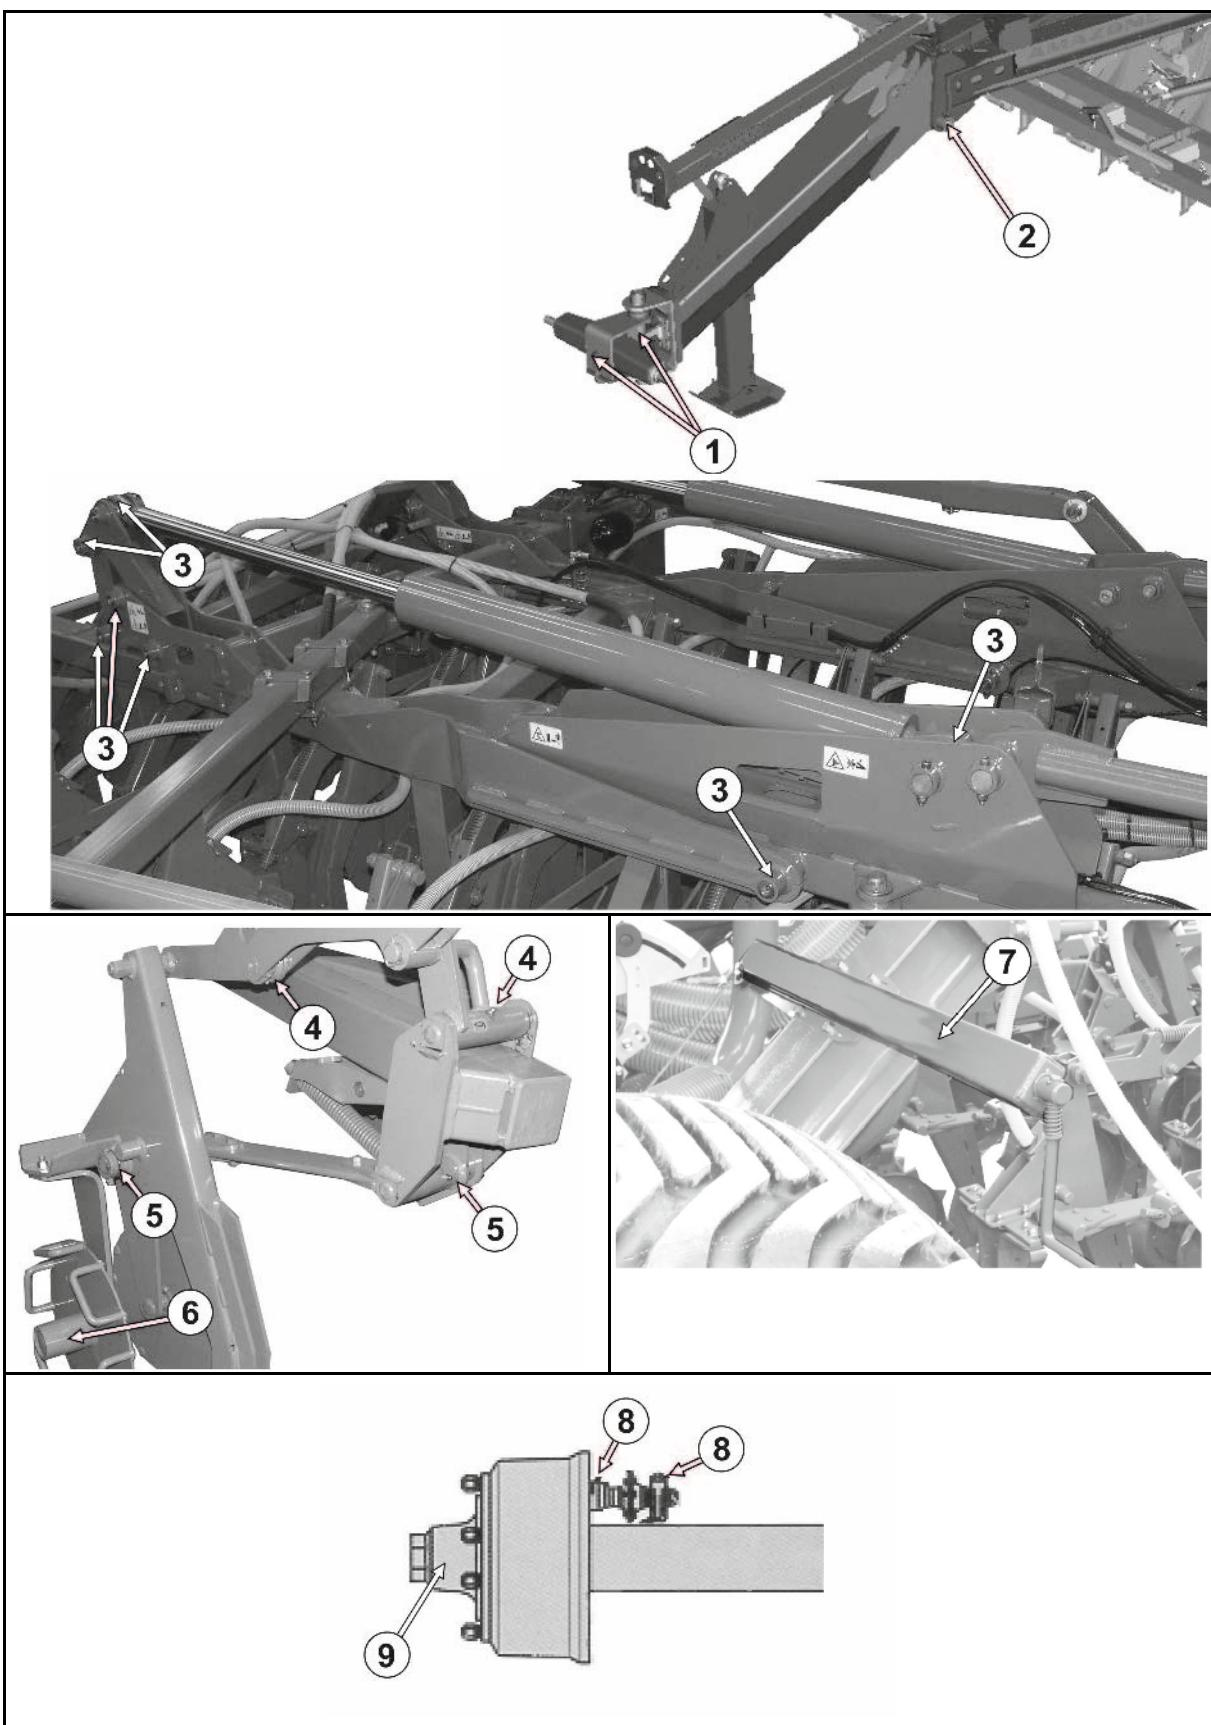

Рис. 101,
4. Открутите барабановые гайки (Рис. 101/1) и снимите с распределительной головки прозрачную пластиковую крышку (Рис. 101/2).
6. Установите пластиковую крышку (Рис. 101/2).
7. Закрепите пластиковую крышку при помощи барабановых гаек (Рис. 101/1).